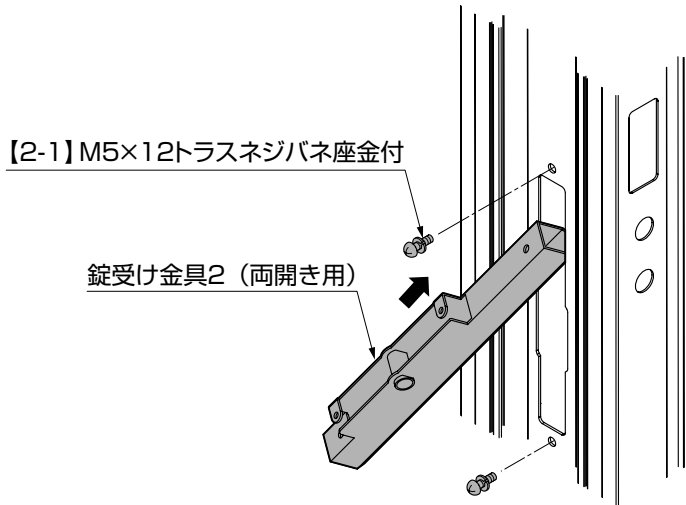

図3-12
- ① 錠受け側の框に錠受け金具（両開き用）を差込み、矢印のように上に持ち上げ、ケース部分が框に全て入った後、錠受け金具を垂直に下におろし、【2-1】で固定してください。（図3-12参照）